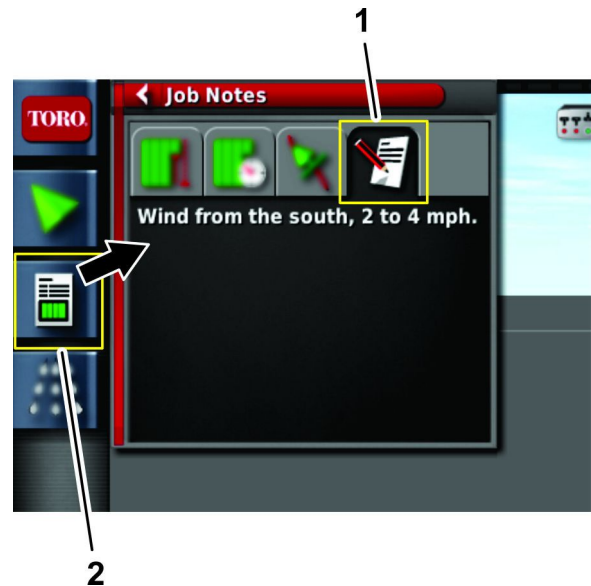

Figura 26
1. Abra el icono Información de trabajos (Figura 26).
2. Pulse el icono Notas de trabajos (Figura 26).